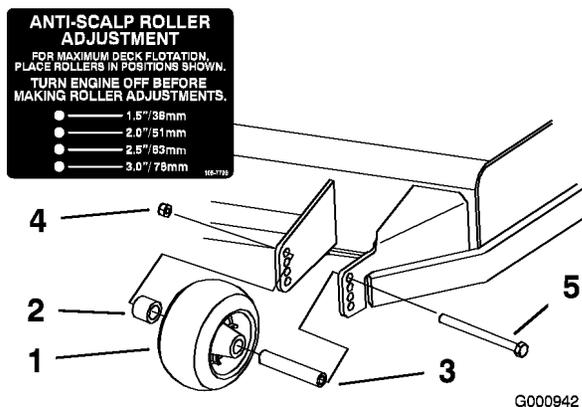
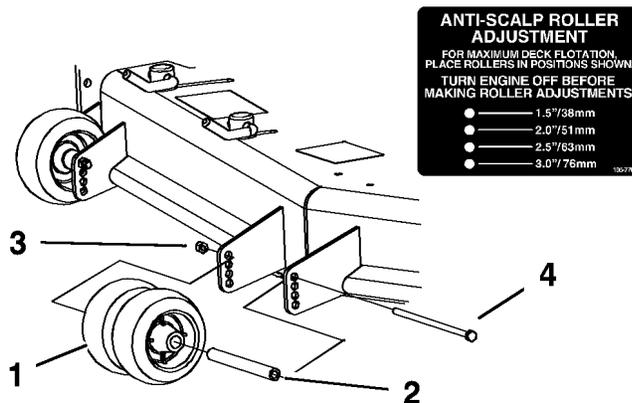
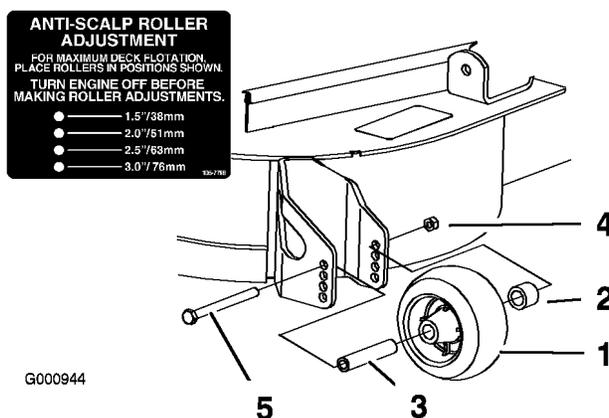

Figure 20
Figure 21
Figure 22
- Après avoir réglé la hauteur de coupe, réglez les galets en retirant l'écrou à collerette, la bague, l'entretoise et le boulon (Figure 20, Figure 21 et Figure 22).
Remarque: Les deux galets centraux ne sont pas munis d'entretoise (Figure 21).
- Posez l'écrou à collerette, la bague, l'entretoise et le boulon. Serrez à 54-61 Nm (Figure 20, Figure 21 et Figure 22).